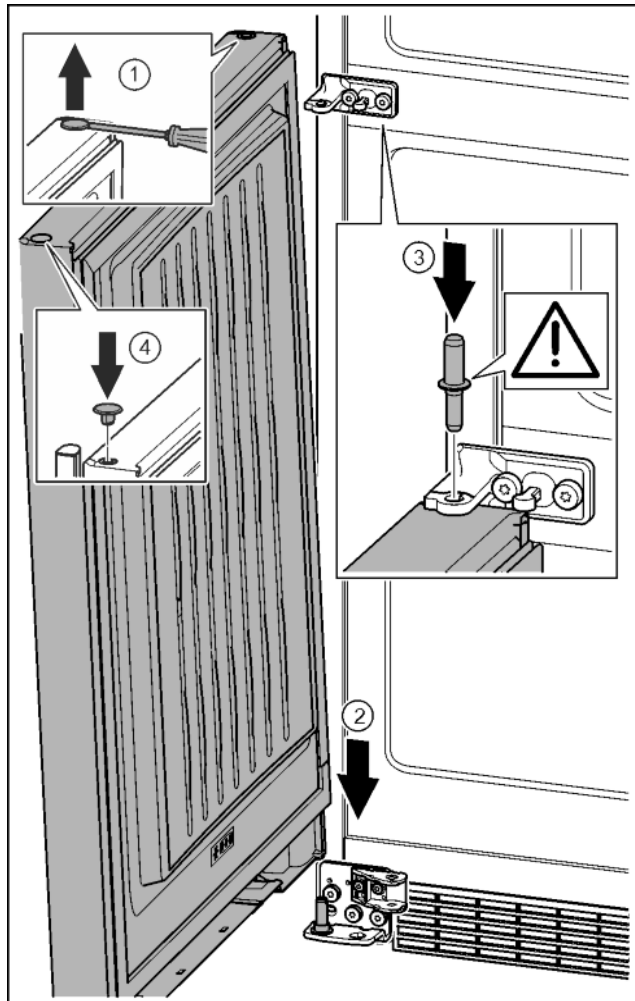

Fig. 38
- ▶ A dugót egy csavarhúzóval óvatosan emelje meg és húzza ki. *Fig. 38 (1)*
- ▶ Az ajtót felülről helyezze az alsó csapszegre. *Fig. 38 (2)*
- ▶ Helyezze be az alsó ajtóba a középső csapszeget a középső csapágybakon keresztül. Ügyeljen közben arra, hogy a bekattanó bütyök hátrafelé mutasson. *Fig. 38 (3)*
- ▶ A dugót helyezze be a másik ajtóoldalon. *Fig. 38 (4)*